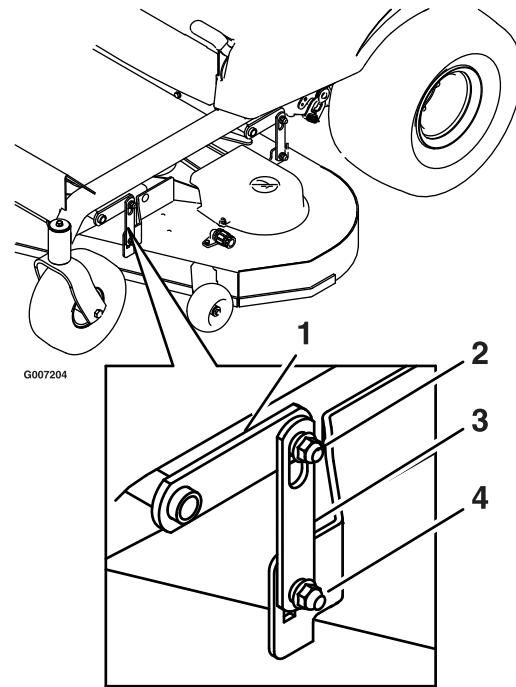

Figura 51
- Afloje las tuercas de ajuste del sistema de nivelación (pieza 4) en las cuatro esquinas de modo que la plataforma quede bien asentada en los cuatro bloques. Asegúrese de que las barras de soporte de la plataforma están bajadas del todo (en la parte superior de la ranura) y que el pedal de elevación de la plataforma está hacia atrás, contra el tope, y apriete las cuatro tuercas de ajuste del sistema de nivelación (Figura 51).